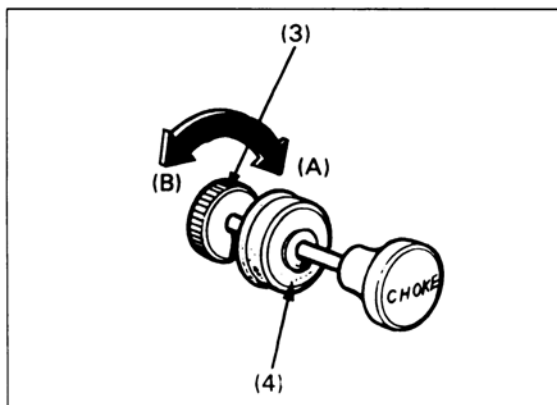

Bild 8
- Chokehebel (Bild 8) auf Leichtgängigkeit prüfen. Bei Schwergängigkeit Chokezug schmieren, oder Reibung des Chokeknopfs einstellen.
- Gummikappe ② abziehen und Einsteller ① drehen.